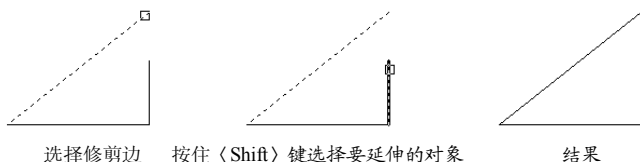

图 3-34 从修剪切换到延伸
(5) 在修剪操作中,可以切换到延伸方式,如图 3-34 所示。其操作方法如下。